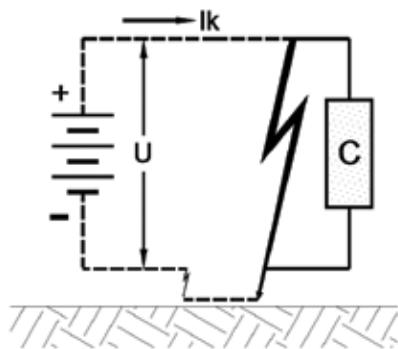

Figura 6
- » Cuarto caso: Esta situación (figura 6) involucra un doble contacto a tierra por lo cual el circuito de la corriente  $I_k$  también comprenderá a los cables y al camino que recorra fuera de estos, produciéndose un retorno a la fuente ya que hay un camino a través de la circulación por tierra.